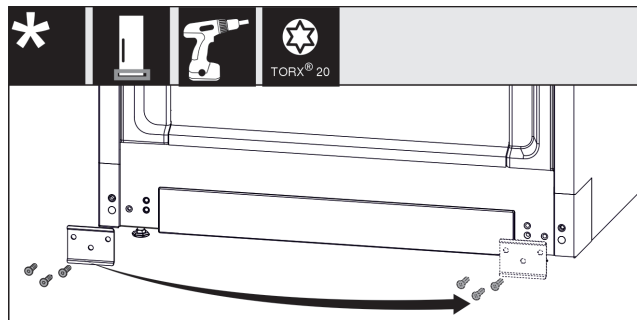

Fig. 16
- ▶ 拧下金属板 Fig. 16 (1)，将其移到另一侧，然后重新拧紧。